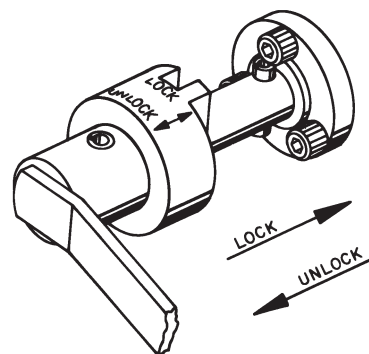

Figure 1.
1. Vérifiez que le mécanisme de verrouillage de la poignée sur le support du moteur est bien enclenché avant de monter un moteur. Reportez-vous à la Figure 1.
Pour assurer la stabilité du moteur dans toutes les positions, ce support de réparation est équipé d'un mécanisme de verrouillage de la poignée avec manivelle positive. Voir la Figure 1.